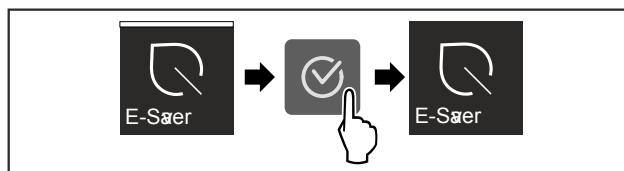

Fig. 16
- ▶ Proveďte akční kroky (viz Fig. 16).